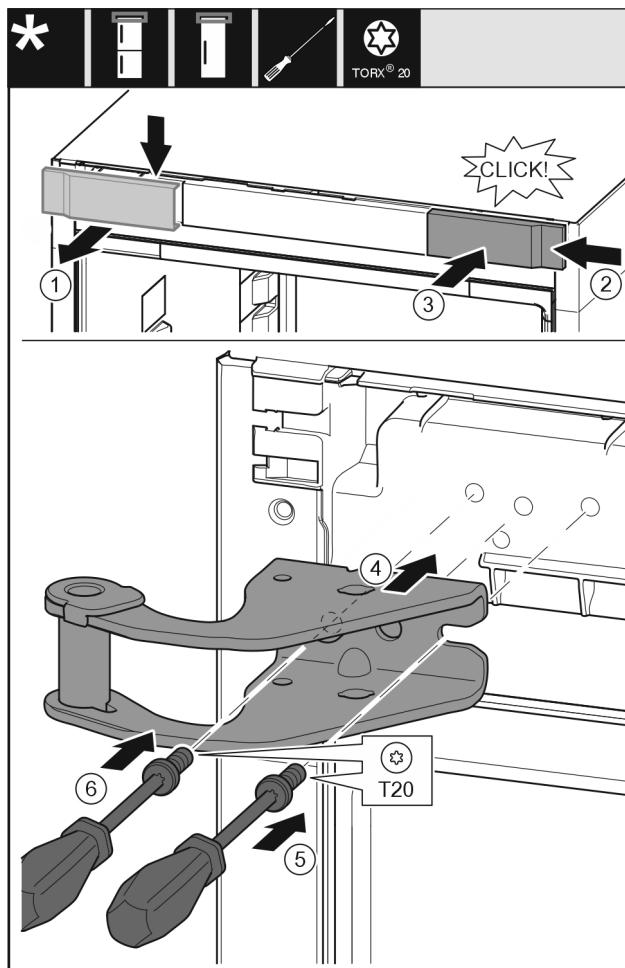

Fig. 12
- ▶ Detaşați apărătoarea de sus spre înainte. Fig. 12 (1)
- ▶ Acroșați pe cealaltă parte din dreapta capacul rotit cu 180°. Fig. 12 (2)
- ▶ Fixați în poziție apărătoarea. Fig. 12 (3)
- ▶ Așezați suportul de lagăr superior. Fig. 12 (4)
- ▶ Așezați și înșurubați ferm șurubul cu șurubelnīța T20. Fig. 12 (5)
- ▶ Introduceți și înșurubați ferm șurubul cu șurubelnīța T20. Fig. 12 (6)